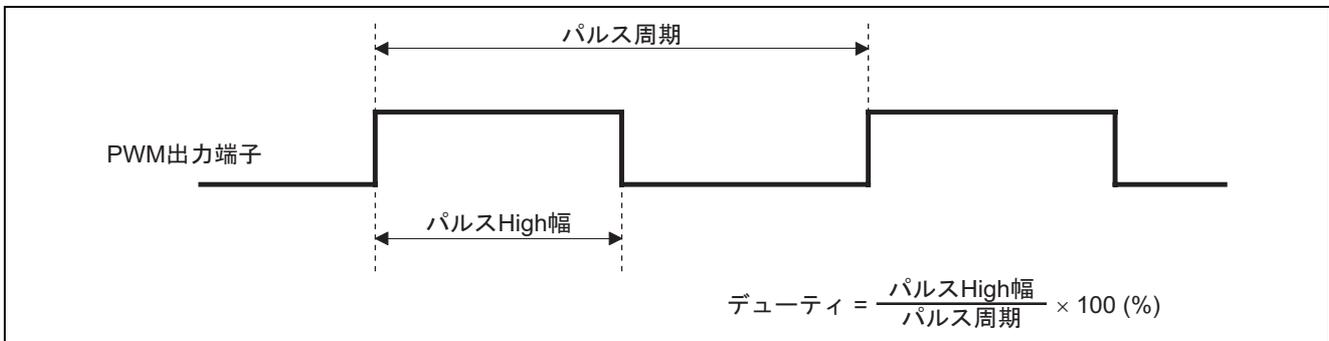

図 1 14 ビット PWM 機能によるデューティパルス出力
1. 図 1 に示すように、14 ビット PWM 機能を使用して、PWM 出力端子よりデューティパルスを出力します。